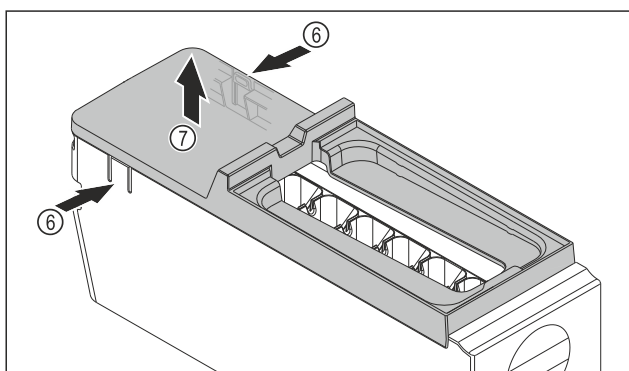

Fig. 121
- Wyjmowanie osłony korpusu EasyTwist-Ice: Docisnąć jedną ręką nakładki Fig. 121 (6) po obu stronach korpusu EasyTwist-Ice.
- Drugą ręką wyjąć osłonę Fig. 121 (7) ku górze.